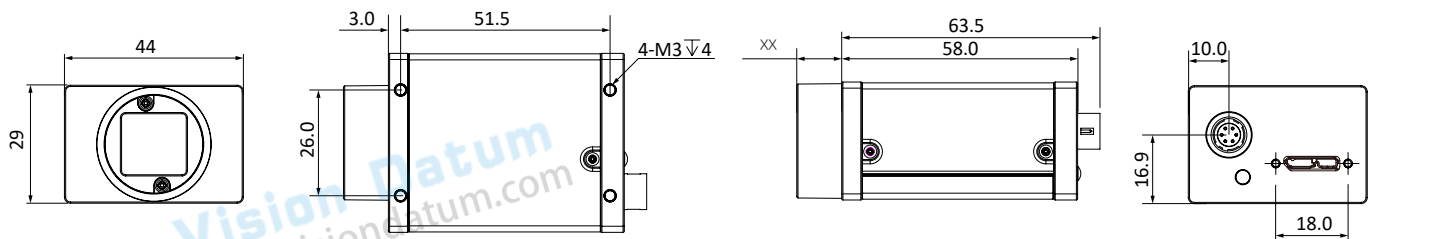

图 1-5: 29 \* 44 \* 58mm 扁壳的 USB3.0 相机的物理尺寸。
- 29 \* 44 \* 58mm USB3.0 相机扁壳尺寸图如图 1-5 所示。